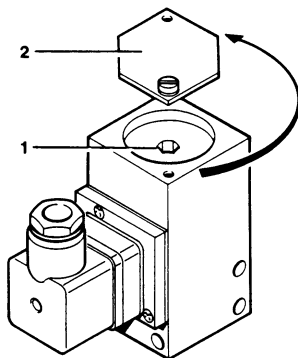

Рис. 57 Выключатель конечного давления
Выключатель давления установлен на конечное давление в соответствии с заказом. Если потребуются дополнительная настройка, то откройте крышку (2, Рис. 57) и настройте регулировочный винт (1) при помощи торцевого шестигранного ключа 6 мм на необходимое давление.